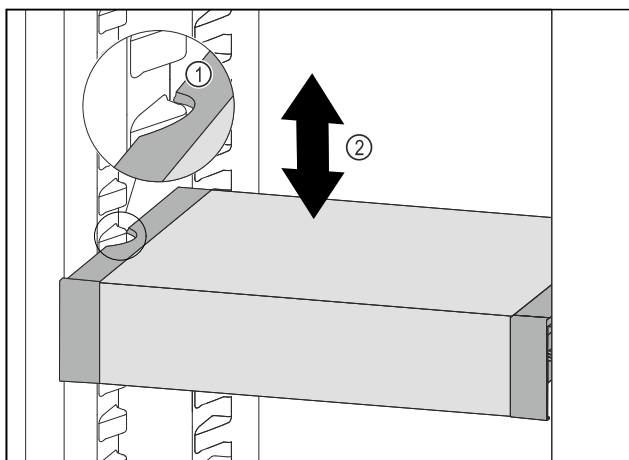

Fig. 111
- ▶ Táhněte VarioSafe dopředu, dokud nebudou boční vybrání VarioSafe na úrovni žebrování na nádoby v chladniče. Fig. 111 (1)
- ▶ Posouvejte VarioSafe v chladniče nahoru nebo dolů, dokud nedosáhnete požadované výšky. Fig. 111 (2)